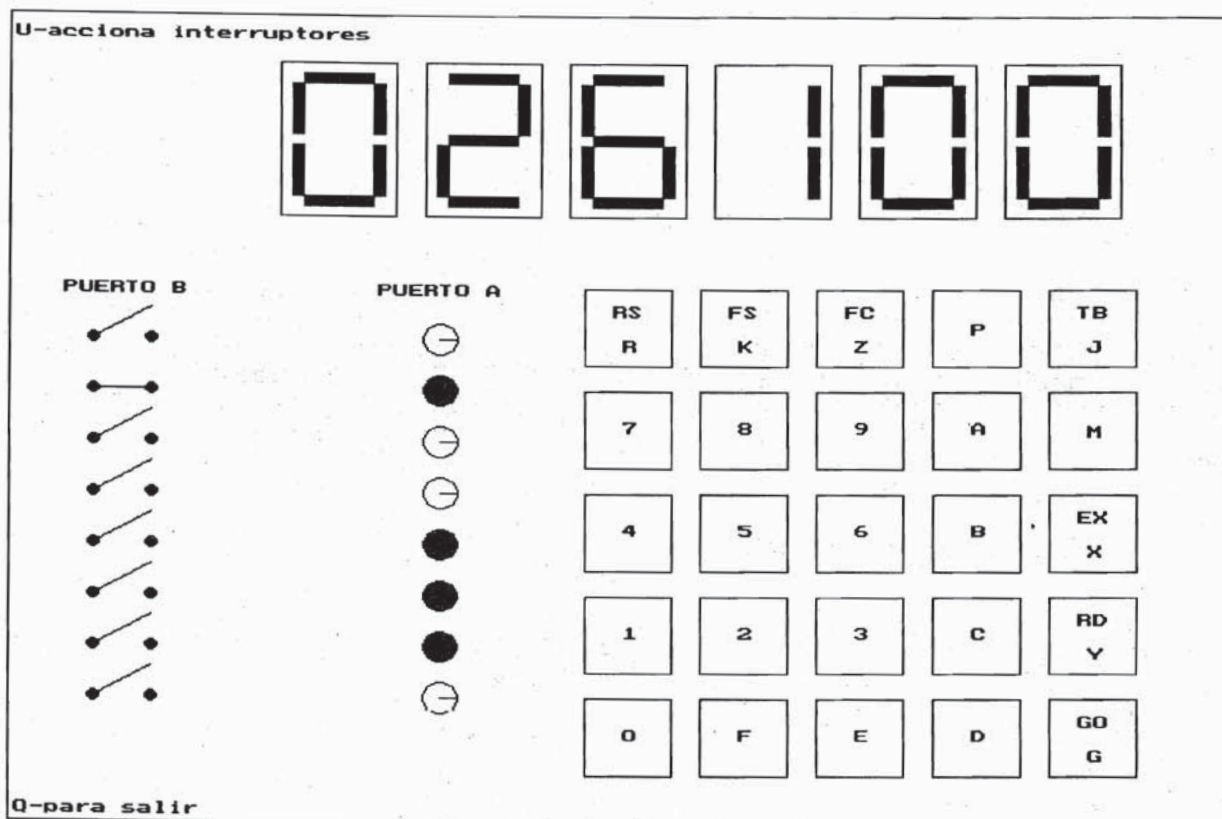

Figura 2. Pantalla del entorno MEKD5E.
La figura 2 muestra una pantalla de ejemplo trabajando con el entorno de evaluación y desarrollo MOTOROLA MEK6800D5E, [4].
- Emular la ejecución del programa partiendo del entorno MEKD5E, (figura 2).